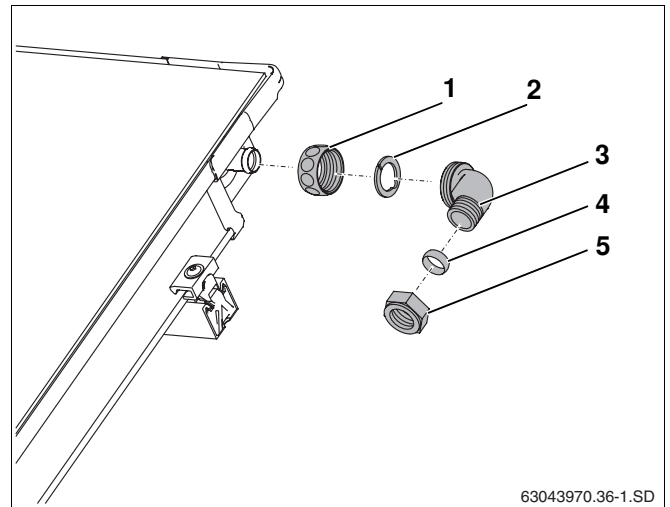

Fig. 57 Montage de la conduite de départ (sans purgeur sur le toit)
- ▶ Glissez l'écrou-raccord (Fig. 57, **Pos. 1**) sur le raccordement du capteur.
- ▶ Placez la rondelle de serrage (Fig. 57, **Pos. 2**) derrière le renflement du raccordement de capteur et serrez l'un contre l'autre.
- ▶ Appuyez l'équerre avec le raccord-union par anneau de serrage (Fig. 57, **Pos. 3**) contre le raccordement, positionner et visser avec l'écrou-raccord.